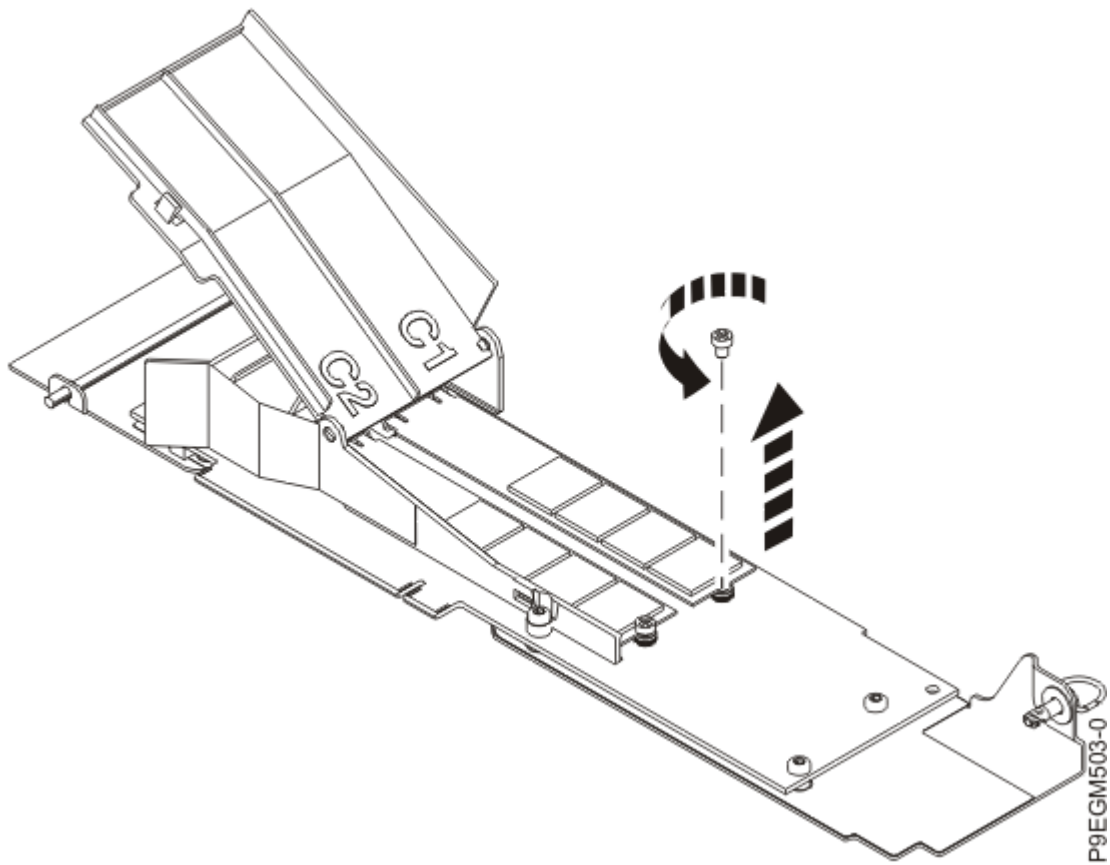

Abbildung 28. Flashmodul der NVMe M.2-Trägerkarte abschrauben
- b) Schrauben Sie die Schraube des NVMe M.2-Flashmoduls mit einem Kreuzschlitz-Schraubendreher ab. Siehe Abbildung 28 auf Seite 34.